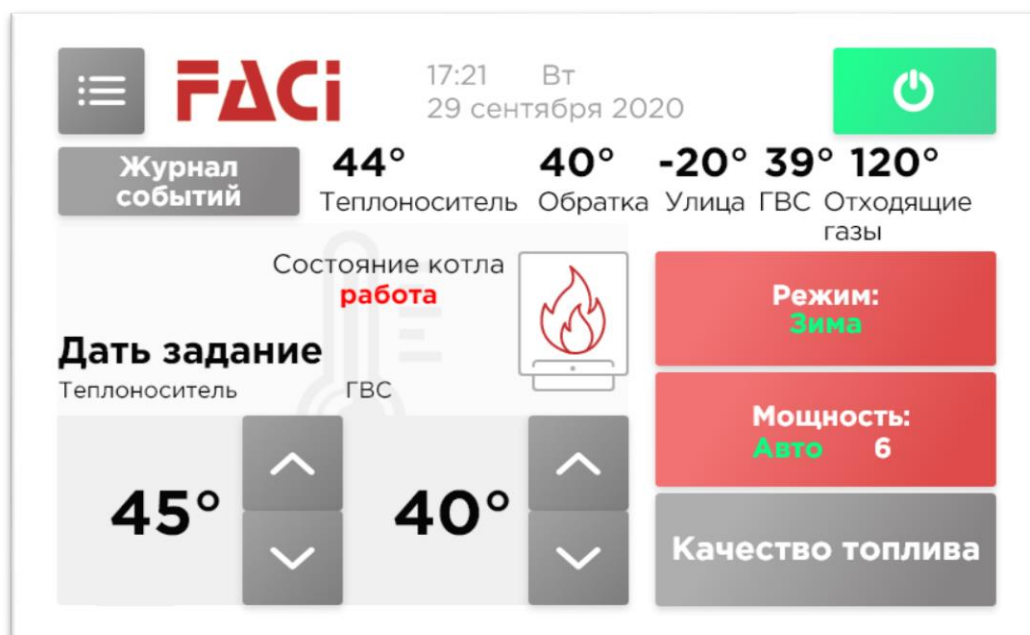

Рис. 34
- Иконка **ТОПЛИВА НЕТ** – становится активной при срабатывании датчика нижнего уровня топлива в бункере; на рис. 34 не показана.